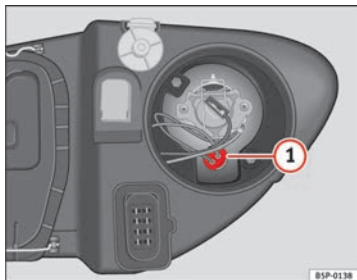

Abb. 189 Standlicht
- Den Lampenträger ⇒ Abb. 189 (1) herausnehmen.